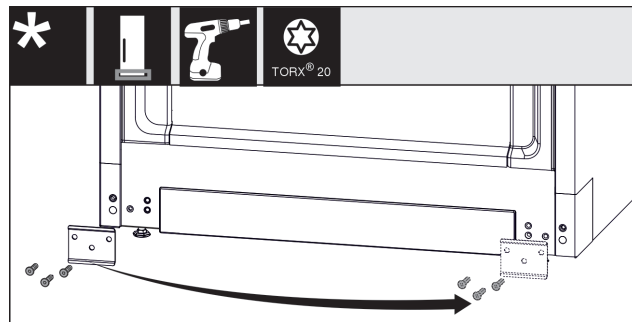

Fig. 15
- Lironi vidat e llamarinës Fig. 15 (1), kthejeni atë në anën tjetër dhe mbërthejeni sërish me vida.